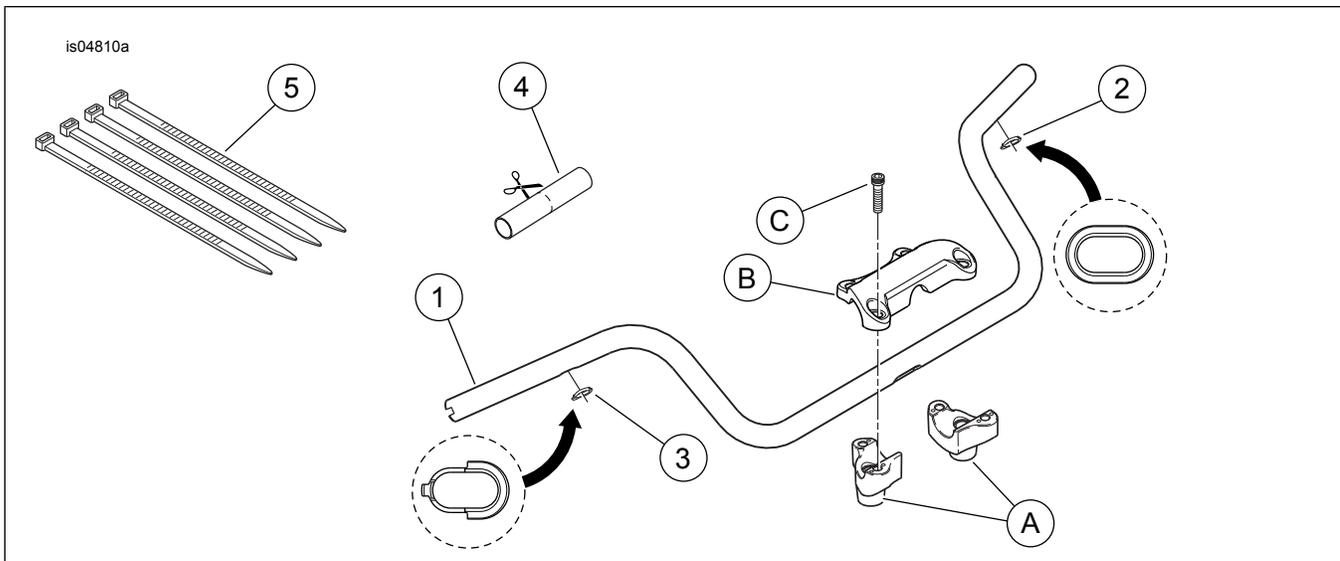

Abbildung 4. Ersatzteile: Lenkersätze
9. Siehe Abbildung 4. Die Gummitüllen (4) in zwei gleich lange Teile zerschneiden. Einen Teil der Tülle über den flexiblen Kabelkanal auf die einzelnen Schalterkabelbündel schieben und die Außenkante der Tülle am inneren Schalterende anlegen.